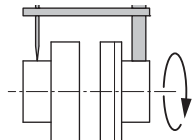

Fig. 10: Kontrol af den radiale tilpasning med en komparator
- Klem et måleuret fast på en af koblingerne eller på akslen (se fig. 10). Måleurets stempel skal ligge op ad den anden halvkoblings krans (se fig. 10).